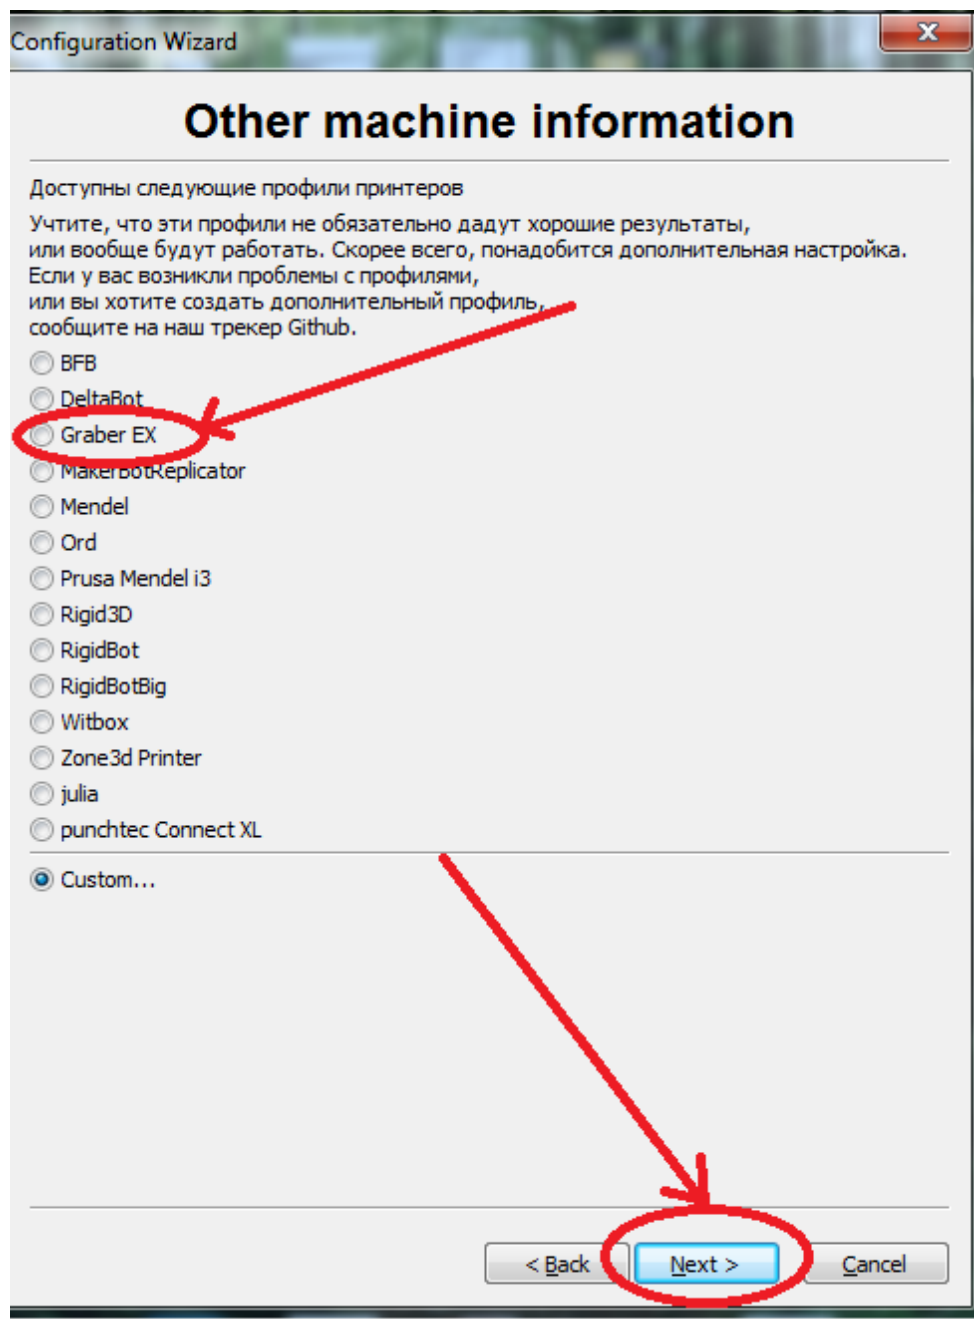

Рисунок 19. Выбор принтера GraberEX
18) Выберите принтер GraberEX и нажмите кнопку «Next», рисунок 19